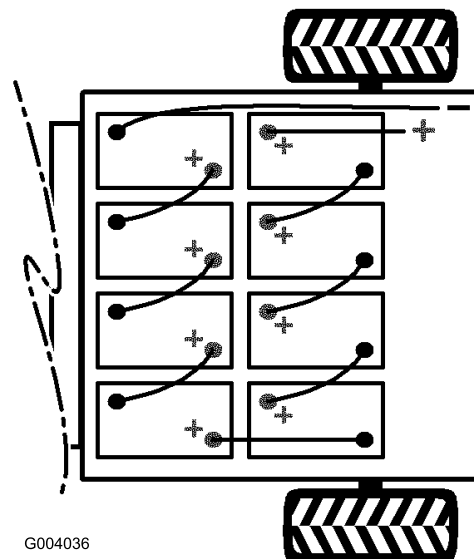

図 29
2. バッテリーと車体を接続している長いマイナスケーブル黒をバッテリー端子から外す図 29。
3. バッテリーと車体を接続している長いプラスケーブル赤をバッテリー端子から外す図 29。
注 バッテリーを新しく積み込む場合には、極性に十分注意してください図 29。
9. 図 29 に示すように、先ほど外したバッテリーケーブルで、バッテリーを相互に接続する。
10. 長い、プラスのメインケーブル赤で、バッテリーを車両に接続する図 29。
11. 長い、マイナスのメインケーブル黒で、バッテリーを車両に接続する図 29。